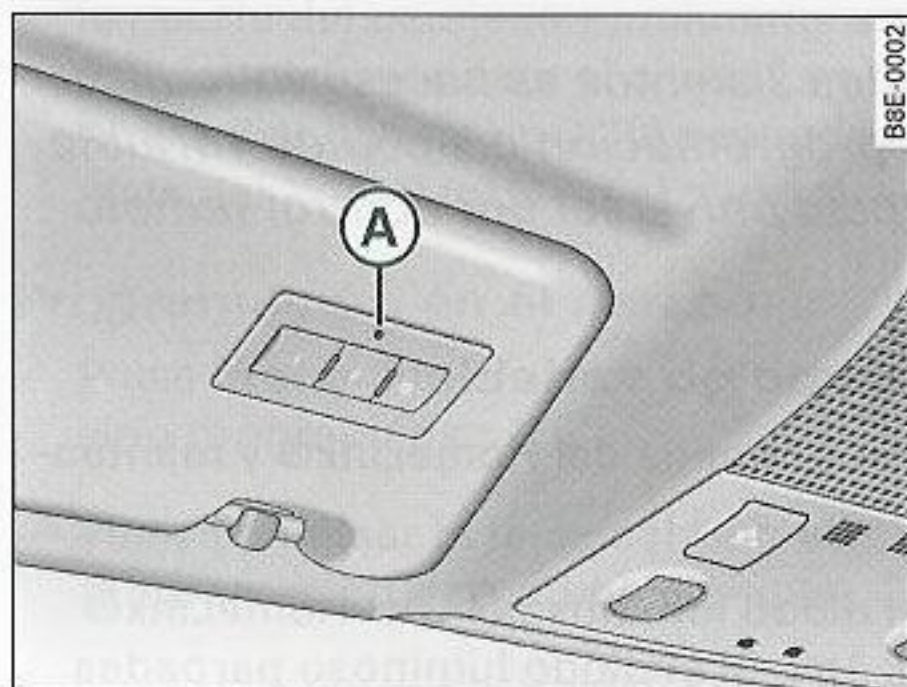

Fig. 168 Parasol del lado del conductor
- Pulse las dos teclas exteriores del mando a distancia universal por control remoto HomeLink® ⇒ fig. 168 hasta que empiece a parpadear el testigo (A) ⇒ fig. 168 (después de aprox. 20 segundos).
- Espere hasta que empiece a parpadear el diodo luminoso (A) ⇒ fig. 168. El módulo HomeLink® se mantiene ahora durante unos 5 minutos en el modo de autoadaptación.
- Preste atención al diodo luminoso (A) del HomeLink® ⇒ *página 199*, fig. 168. Si el diodo luminoso parpadea primero rápidamente y pasa, después de unos 2 segundos, a estar encendido constantemente, el dispositivo correspondiente, p. ej., un emisor para abrir la puerta del garaje, está programado con un código variable.
- Pulse la tecla del HomeLink® programada ⇒ *página 199*, fig. 168. El dispositivo programado en esta tecla (p. ej., la puerta del garaje) se activa.
El diodo luminoso del HomeLink® ⇒ *página 199*, fig. 168 está encendido mientras estén pulsadas las teclas de manejo. ■
- Pulse las dos teclas exteriores hasta que el diodo luminoso empiece a parpadear ⇒ *página 199*, fig. 168.
- Pulse la tecla del HomeLink® que desee reprogramar hasta que el diodo luminoso ⇒ *página 199*, fig. 168 empiece a parpadear lentamente.